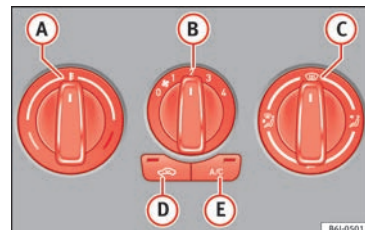

Fig. 166 Sur le tableau de bord : éléments de commande du climatiseur
- Les molettes **A**, **B** et **C** » **fig. 166** servent à régler la température, la vitesse du ventilateur et la répartition de l'air.
- Désactivez le système de refroidissement avec la touche » **fig. 166** **A/C** (le témoin de la touche s'éteint).
Si la molette  » fig. 166 est en position de dégel, la trappe de recyclage sera toujours ouverte (témoin lumineux éteint).
- Appuyez sur la touche  » fig. 166, le témoin de la touche s'allume, ce qui indique que le recyclage de l'air a été activé à l'intérieur de l'habitacle.